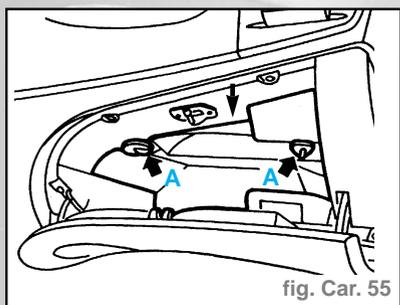

fig. Car. 55
- En opérant à l'intérieur de la boîte à gants, désolidariser les serrages (A) et déposer le couvercle (fig. Car. 55).